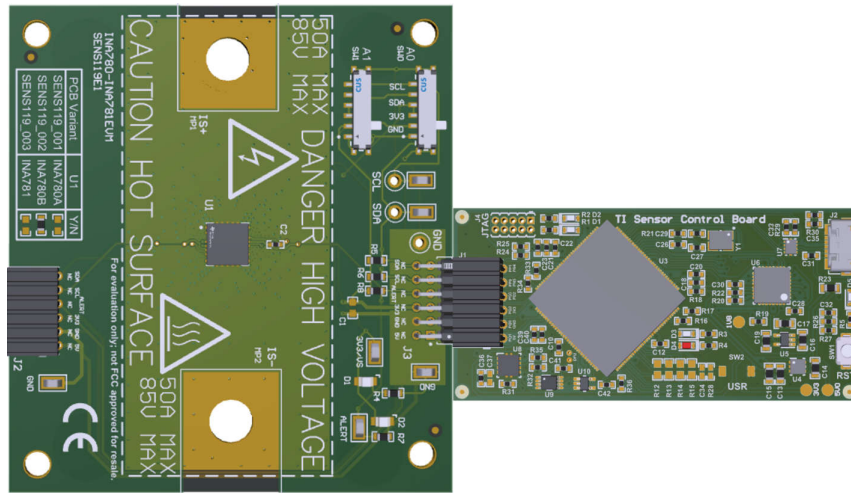

图 2-1. EVM (底部) 连接到 SCB 控制器 (顶部)
3. 如图 2-1 所示，将 EVM 连接到 SCB 控制器。
若要将 EVM 和 SCB 控制器 (单独销售) 搭配使用 , 如图 2-1 所示连接 EVM。